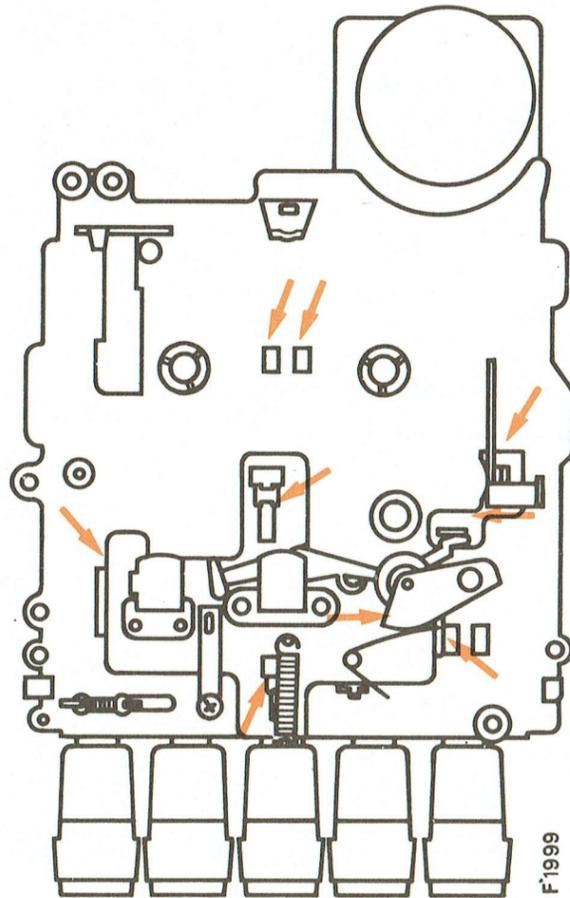

Fig. 7
A. LUBRIFICATION (Fig. 7 et 8)
Les figures 7 et 8 rappellent les points de graissage.